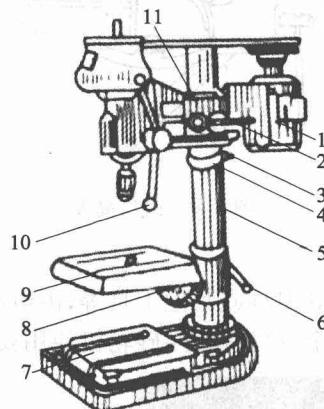

图 1-6 台钻
(1) 台式钻床的特点 台式钻床结构较简单、操作方便,一般用于钻、扩 $\phi 12\text{mm}$ 以下的孔。台钻加工孔径小,主轴转速较高(在 $400\text{r}/\text{min}$ 以上),不适合进行铰孔和攻螺纹等操作。为保持主轴运转平稳,常采用 V 带传动,并由塔形带轮来进行速度变换。台钻主轴的进给只有手动进给,一般都具有控制钻孔深度的装置。钻孔后,主轴能在蜗圈弹簧的作用下自动复位。
(2) Z512 型台式钻床机构及操作 Z512 型台式钻床是钳工常用的一种台钻,如图 1-6 所示。